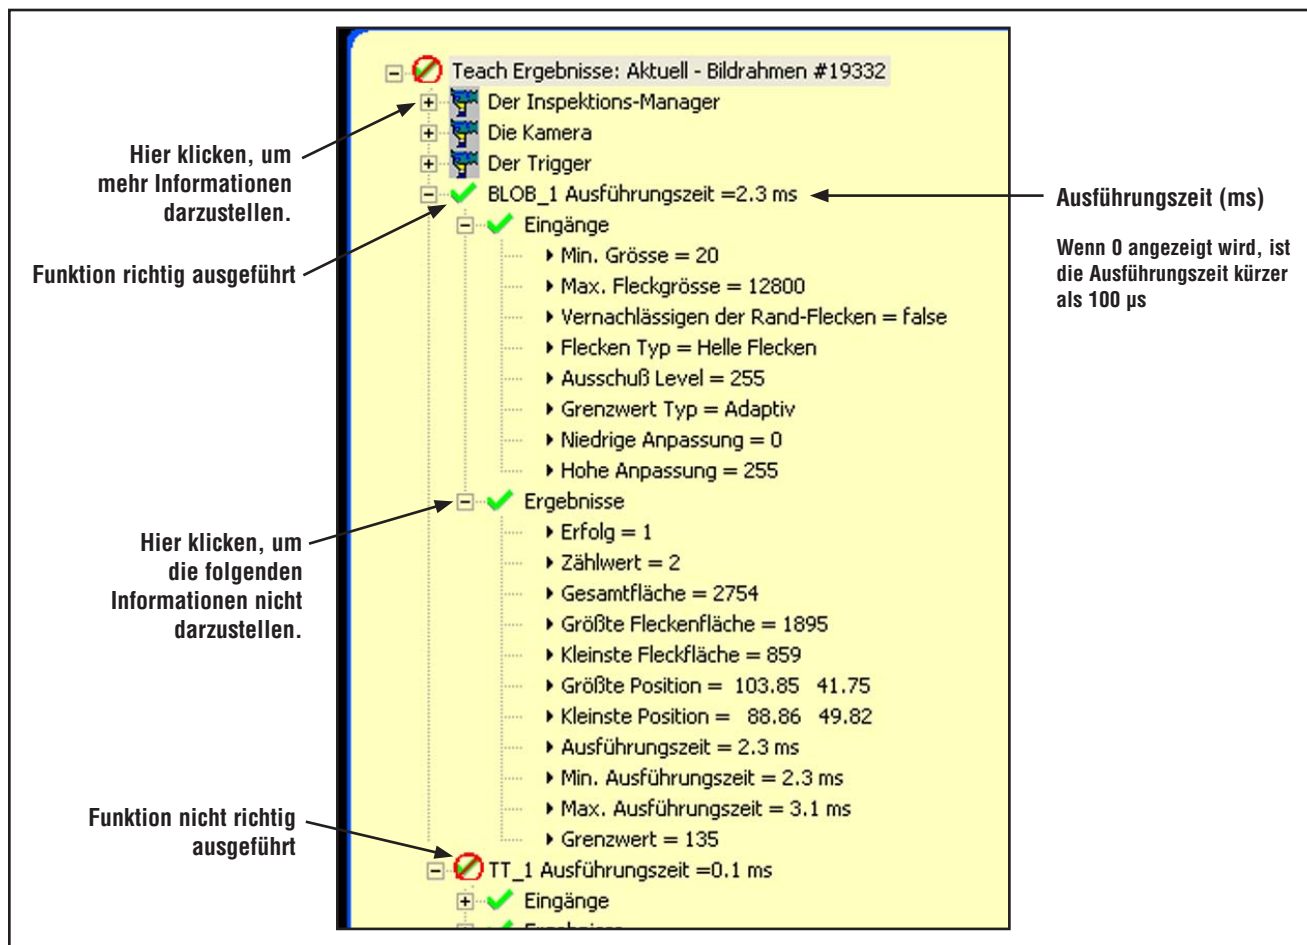

Abbildung 11-1. Ergebnisfenster
- Wenn der aktuelle Wert innerhalb der eingestellten Toleranz der Test-Funktionen liegt oder wenn die Funktion richtig ausgeführt wurde, wird neben dem betreffenden Parameter ein grünes Markierungssymbol dargestellt (siehe **Funktion richtig ausgeführt** in Abbildung 11-1)
- Wenn der aktuelle Wert außerhalb der eingestellten Toleranz der Test-Funktionen liegt oder wenn die Funktion nicht richtig ausgeführt wurde, wird neben dem betreffenden Parameter ein rotes Warnsymbol dargestellt (siehe **Funktion nicht richtig ausgeführt** in Abbildung 11-1)